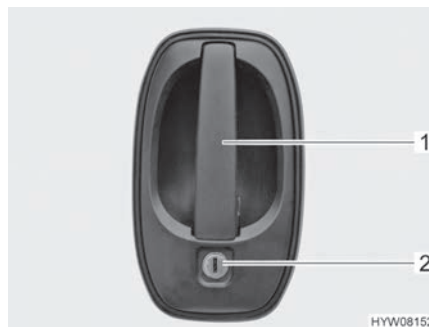

Bild 22 Dörrlås (förardörr/ingångsdörr på utsidan)
- Stick in nyckeln i låscylindern (Bild 22,2) och vrid den ända tills dörrlåset har låsts upp.
- Drag i dörrhandtaget (Bild 22,1). Dörren är öppen.
- Stick in nyckeln i låscylindern (Bild 22,2) och vrid den ända tills dörrlåset har låsts.